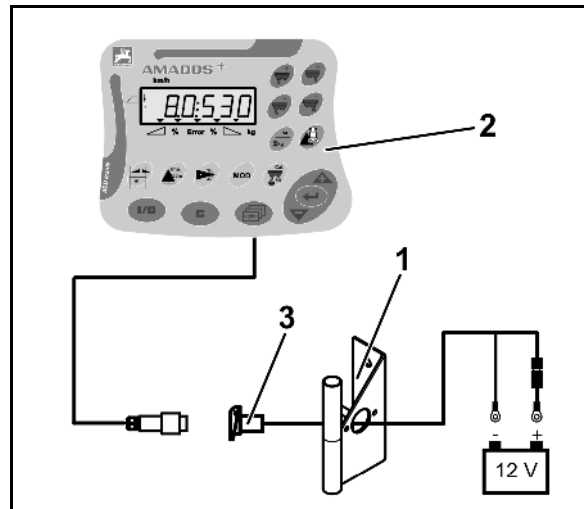

図 16
コンソール (図 16/1) は、キャビン内のドライバーの右側の、目に見え、容易に手が届く位置に設置する必要があります。振動の影響を受けないよう、また電気が通るように配慮してください。ラジオ機器やアンテナからは 1 m 以上離してください。
1. ホルダーとコンピューター (図 16/2) は、コンソールのパイプに差し込みます。
2. バッテリーケーブルのソケット (図 16/3) をコンソールに固定します。